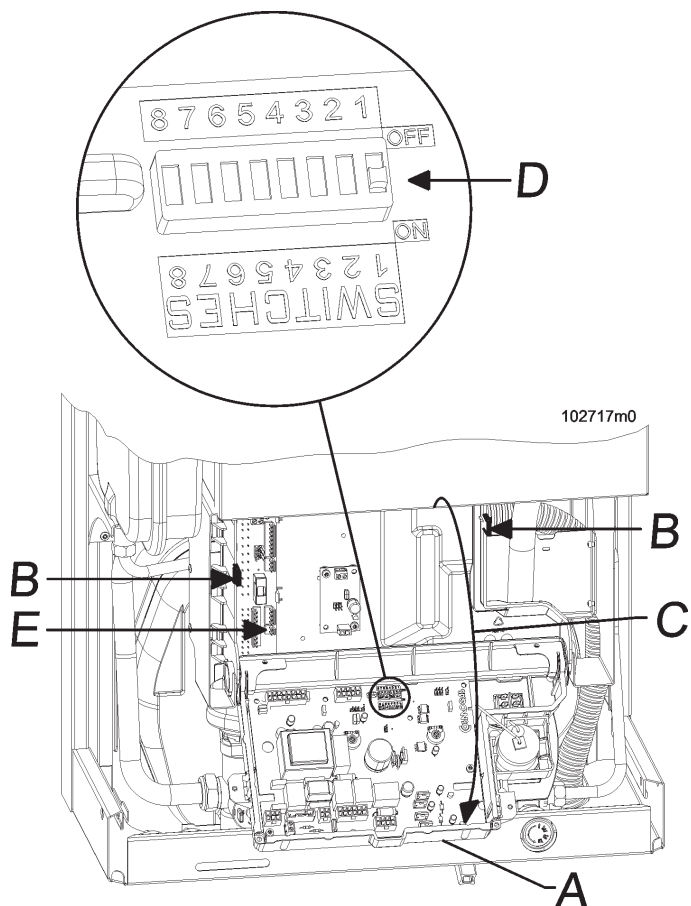

Figura 5-8 - Commutatori (SWITCHES) di adattamento apparecchio
- 3.- spostare il commutatore 1 nella posizione "D" (ON) (vedi figura 5-8 particolare D);
- 4.- spostare il commutatore 5 nella posizione OFF (vedi figura 5-8);